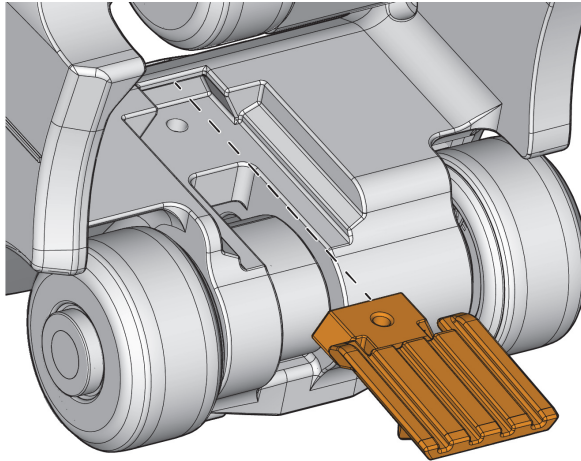

Figura 5-12 Rimozione della componente bloccante-sbloccante del supporto della sonda
3. Dalla base del carrello, fare scorrere la componente al di fuori dell'incastro a coda di rondine (vedi Figura 5-12 a pagina 88).